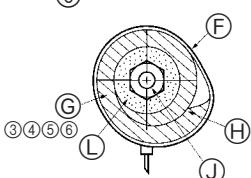
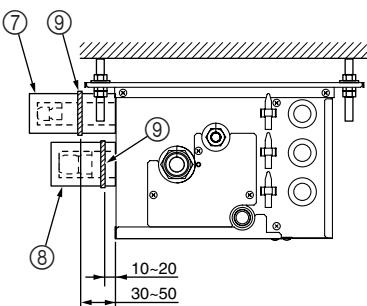

Fig. 7-3
Fig. 7-4
⑥ Section de raccordement (Fig. 7-3)
⑦ Sangle ⑧
⑨ Cache-tuyaux ⑩ ⑪ ⑫
⑬ Serrer
⑭ Isolant thermique pour tuyaux de réfrigérant
⑮ Tuyau de réfrigérant
► Appliquer les procédures suivantes aux composants du boîtier de dérivation qui ne sont pas raccordés à un appareil intérieur. (Fig. 7-4)
- (1) Afin d'éviter toute fuite de réfrigérant, veiller à serrer les raccords coniques conformément aux couples de serrage indiqués\* dans le Tableau 3.